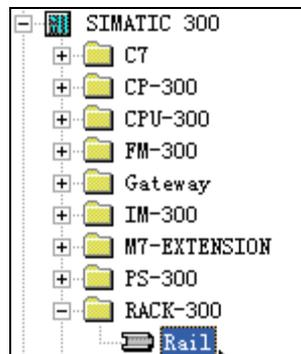

图 3-5 配置机架
(1) 双击“SIMATIC 300”下的“Hardware”，进入硬件组态窗口。
(2) 配置机架。展开 SIMATIC 300，找到 RACK-300，双击 Rail，如图 3-5 所示，在左边窗口即出现机架配置界面。